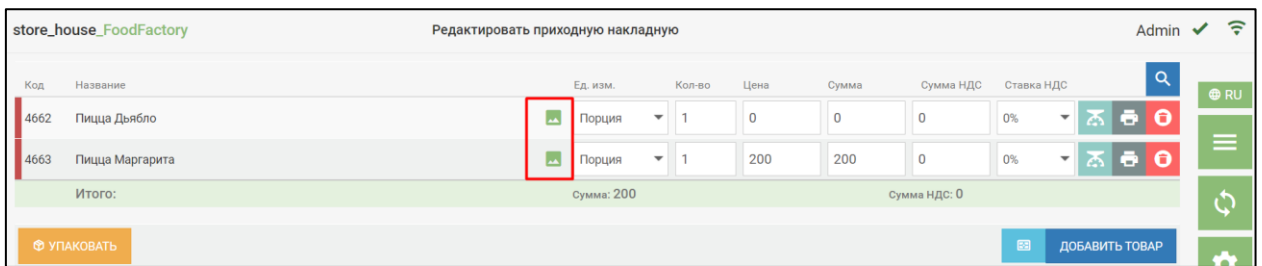

Рис. 154
4. После всех настроек в накладных напротив товаров, у которых указано наименование картинки отобразится знак картинка (см. Рис. 154).